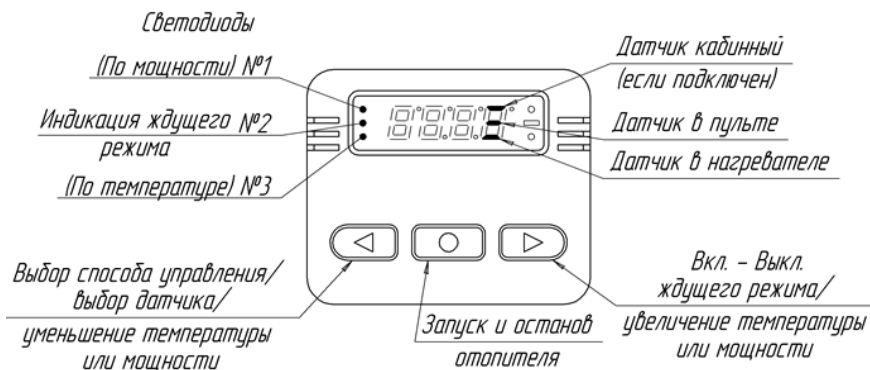

Рис. 5. Панель пульта
6.2 На лицевой панели таймера расположены: 4-х разрядный светодиодный индикатор, три светодиода и три кнопки. Функциональное назначение кнопок и светодиодов (рис. 5).